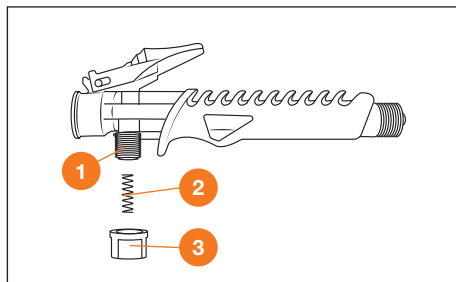

Рис. 20
Разберите рукоятку управления: открутите торцевую пробку ③, извлеките пружину ②, промойте в чистой воде, просушите, смажьте пружину и уплотнительное резиновое кольцо ① силиконовой смазкой, плотно закрутите торцевую пробку (Рис. 20).